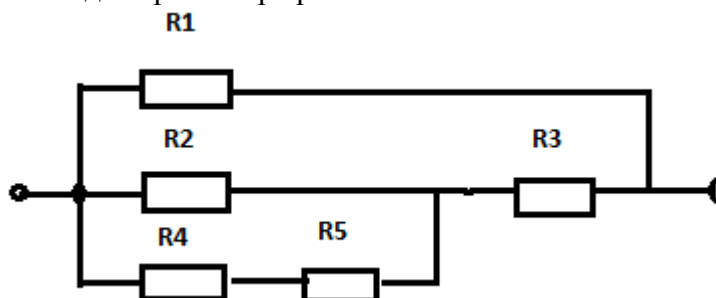

Рис.2
2. Вычислите эквивалентное сопротивление электрической цепи приведенной на рис.2, если сопротивление каждого резистора равно по 10 Ом.